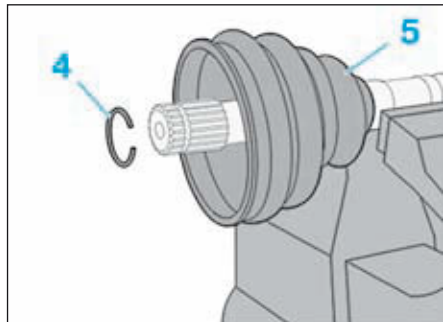

FIG.8
- le circlip (4) (Fig.8),
- le soufflet de transmission (5).